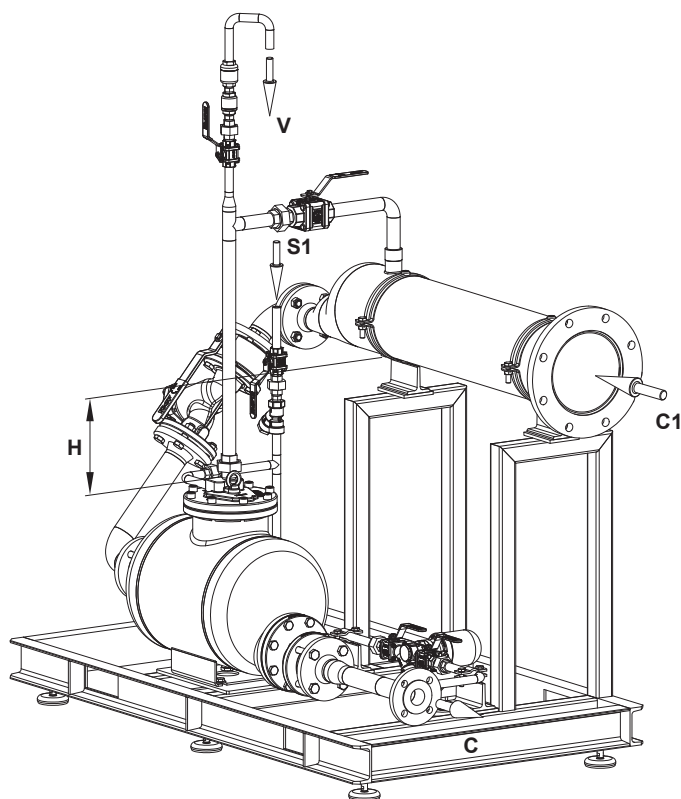

Fig. 1
Remarque: La hauteur de remplissage "H" est illustrée à la figure 1.
7. Hauteur de remplissage disponible (H) en mm ou toute autre dimension permettant de la déterminer. Voir Fig. 1.